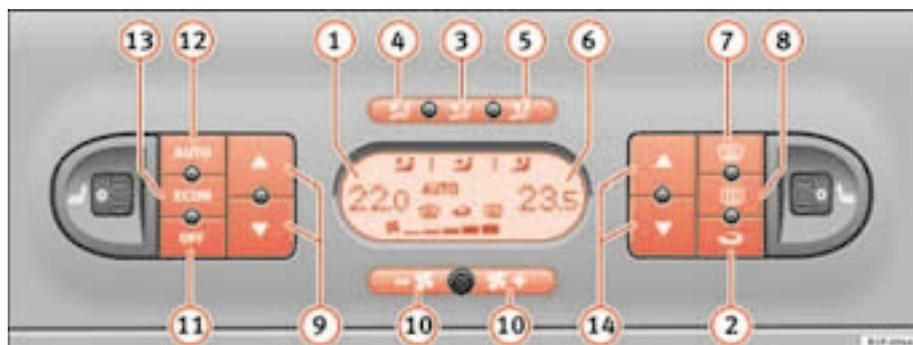

Fig. 109 Mandos del 2C-Climatronic en el tablero de instrumentos
- Para activar el modo manual pulse una de las teclas ⇒ página 156, fig. 109 ③ al ⑤, la tecla **(ECON)** o pulse las teclas de la turbina ⑩. El símbolo **(AUTO)** desaparecerá del display.
- Pulse la tecla  ⇒ página 156, fig. 109  para conectar o desconectar la recirculación de aire. Está conectada si en el display aparece el símbolo .